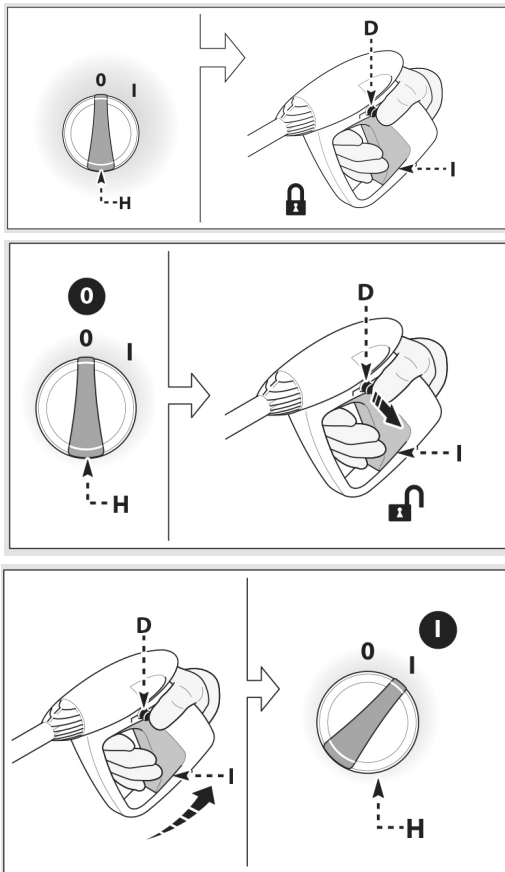

Abb. 8: Bedienung
Geräteschalter (Pos. H, Abb. 8)
Hebel der Pistole (Pos. I, Abb. 8).
8.2 Einschalten (Abb. 8)
Schritt 3: Die Verriegelung (Pos. D, Abb. 8) der Pistole lösen.
8.3 Ausschalten (Abb. 8)
Schritt 3: Die Verriegelung (Pos. D, Abb. 8) der Pistole betätigen.
8.4 Neustart (Abb. 8)
Schritt 1: Die Verriegelung (Pos. D, Abb. 8) der Pistole lösen.
8.5 Außerbetriebnahme (Abb. 8)
Schritt 6: Die Verriegelung (Pos. D, Abb. 8) der Pistole wieder betätigen.